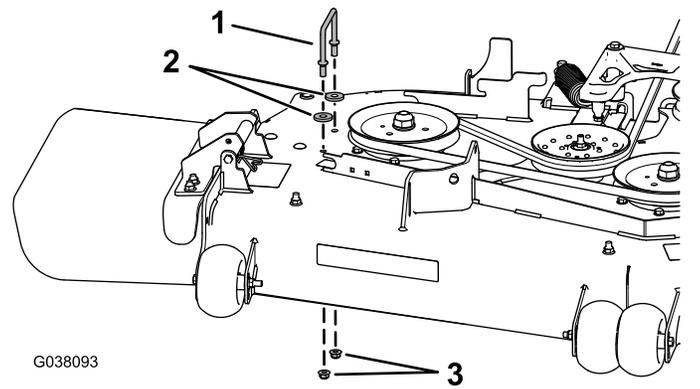

Bild 22
3. Entfernen Sie die Halterung der rechten Riemenabdeckung, **zwei Scheiben (nur 152-cm-Mähwerk)** und zwei Bundmuttern vom Mähwerk (Bild 22).